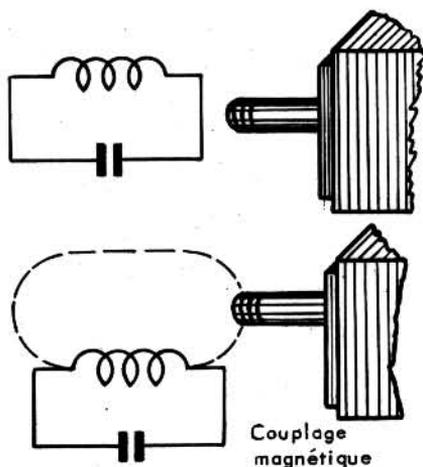

Figure 2
- Couplage magnétique (Fig. 2)